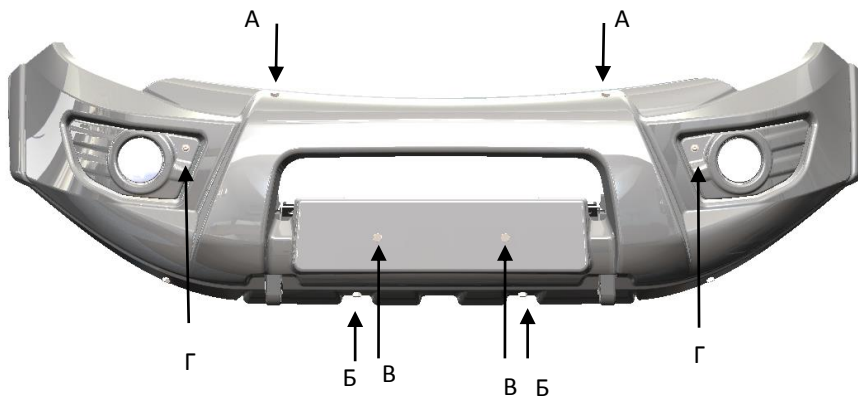

Рис.3
5. Отсоединить металлический каркас от композитного бампера, вывернув болты А, Б и В (рис.3).
9. Закрепить бампер на металлическом каркасе в местах **А** и **Б** болтами М10х30, в местах **В** болтами М10х35 (рис.3). **Затянуть болты в последовательности А, В, Б.** При наличии неравномерного зазора выравнивать бампер, установив проставочные шайбы 4 мм между бампером и металлическим каркасом в местах **А** и **В** (рис.3)
13.2.* Снять накладки фар с бампера, вывернув винты **Г** (рис.3).